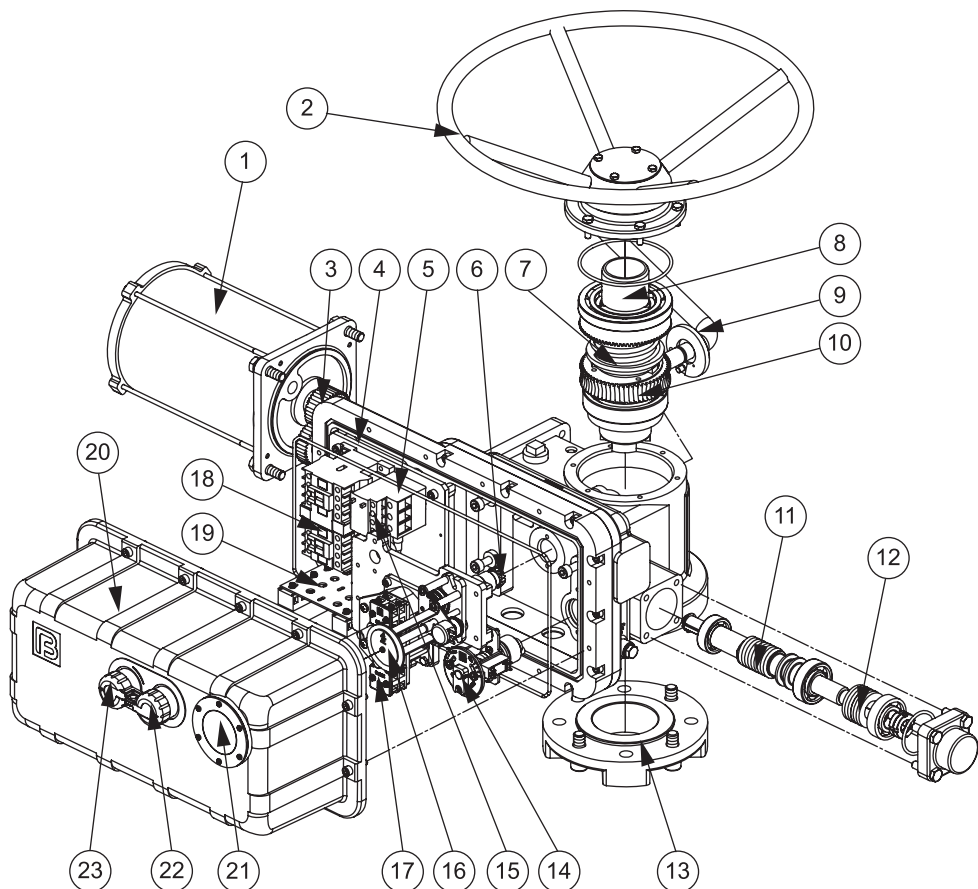
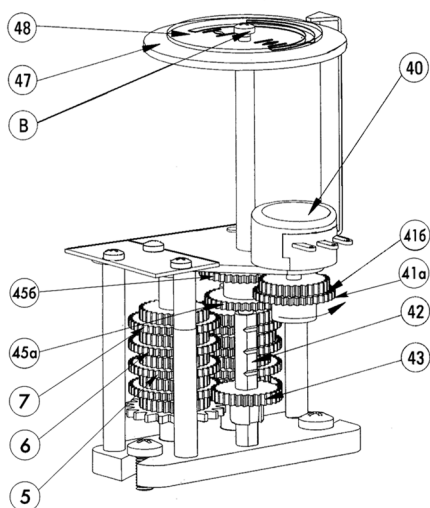

Рис. 1 Интегрированные электроприводы серии ГЗ-А, ГЗ-Б КС
Рис. 4 Индикатор положения затвора арматуры
2.1 Электроприводы серии ГЗ-А и ГЗ-Б КС (рис. 1)
Индикатор положения затвора арматуры (16) (рис. 1) состоит из набора установочных шестерен, потенциометра (40) (рис. 4), регулируемых дисков с указателем положения затвора (47, 48). На стержне (42) имеется 4 зубчатых зацепления, позволяющих фиксировать шестерню (43), для трехступенчатой индикации положения затвора арматуры.
Вращение от электродвигателя (1) (рис.1) через прямозубую цилиндрическую шестерню (3) передается на червячный редуктор (10,11), который обеспечивает вращательное движение выходного вала (8) и через кулачковую муфту преобразуется в поступательное движение штока затвора арматуры.
Индикатор положения затвора арматуры (16) (рис. 1) механически связан с валом ограничителя хода выходного вала. После надлежащей настройки указания индикатора соответствуют определенным положениям затвора арматуры независимо от режима работы электропривода – ручного или электрического.